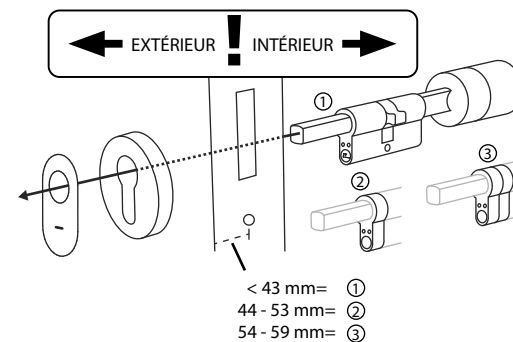

Fig. 8
- 5 Poussez le cylindre depuis la face intérieure de la porte dans la serrure encastrée de la porte. Poussez le couvercle de la serrure d'urgence vers l'extérieur sur l'arbre de la serrure (Fig. 8).